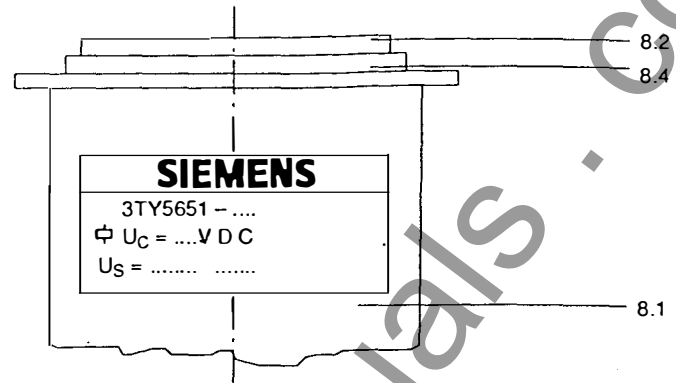

Fig. 8
- Befestigungsschrauben 8.5 für die Magnetspule 8.1 (alt) (Fig. 8) auf der Rückseite des Vakuumschützes lösen, s. Hinweisschild
- Unscrew the fixing screws 8.5 for the old magnet coil 8.1 (Fig. 8) at the rear of the vacuum contactor, see instruction plate
- Spulenpaar 8.1 alt gegen neu (Fig. 8) austauschen
Magnetkerne 8.2 (Fig. 8)
Dämpfungen 8.4 (Fig. 8)
- Replace the old pair of coils 8.1 with the new pair (Fig. 8)
Magnetic cores 8.2 (Fig. 8)
Damping elements 8.4 (Fig. 8)